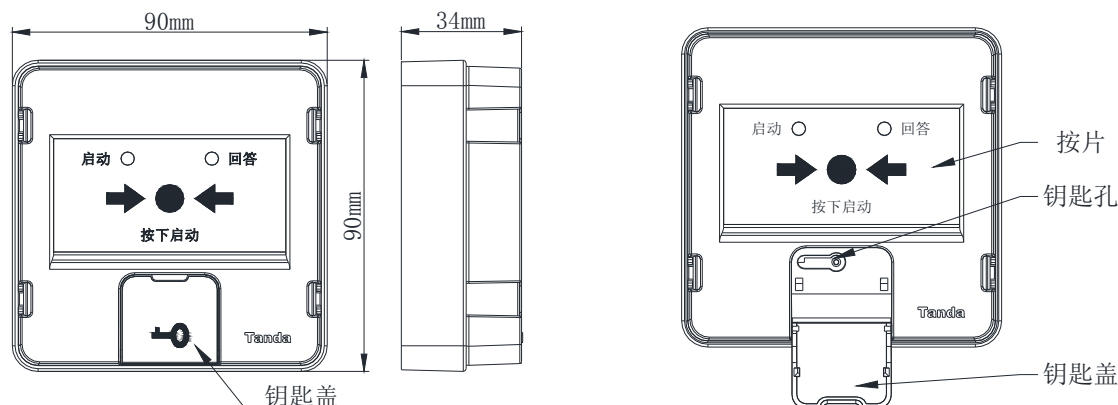

图 1
6. 复位方式：用专用钥匙复位。产品启动后，打开消火栓按钮钥匙盖（如图 1）插入专用钥匙向右扭动 90 度，产品即可复位。
消火栓按钮的外形示意图（如图 1）